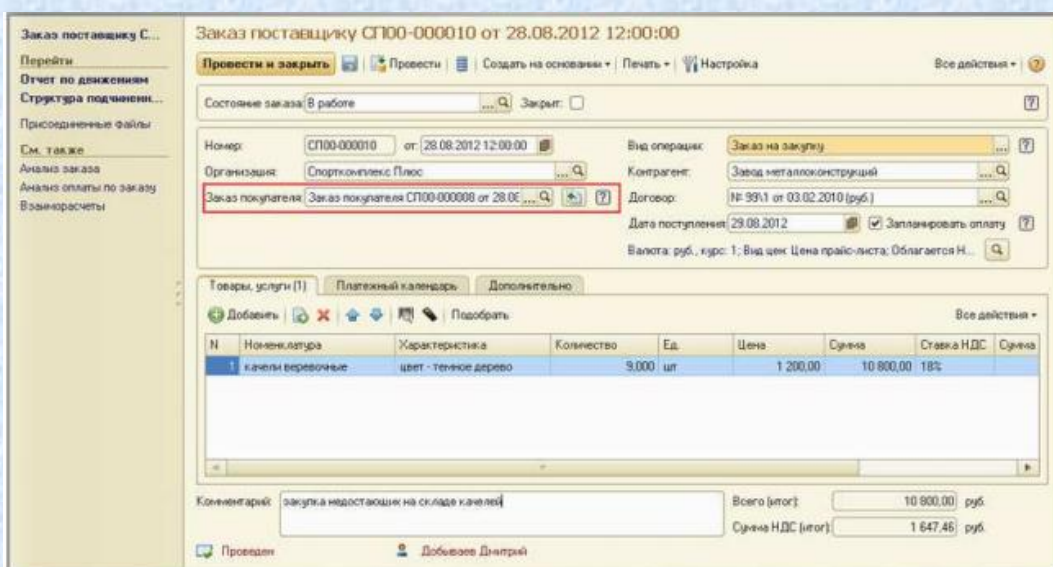

Рисунок 4 - Указание заказа покупателя в заказе поставщику
1. В этом случае в документе **Заказ поставщику** надо заполнить реквизит **Заказ покупателя** (см. рисунок 4).